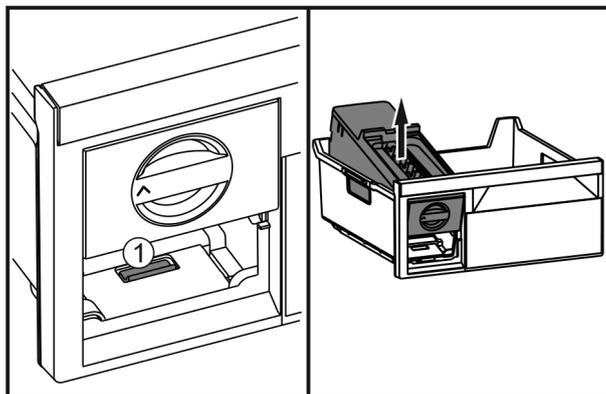

Fig. 56
- ▶ Premere la linguetta Fig. 56 (1), sollevare EasyTwist-Ice da dietro ed estrarlo dal cassetto del congelatore.